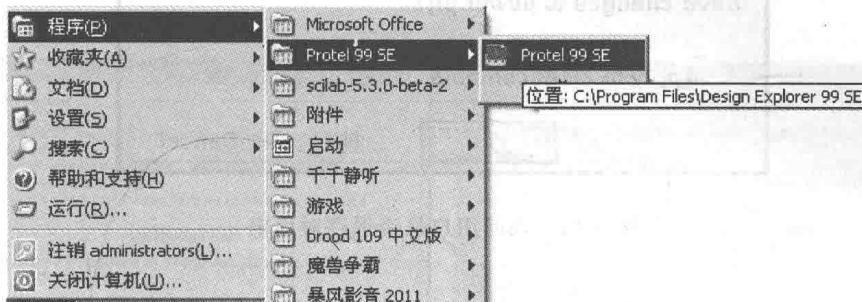

图 0-14 “程序(P)”中的“Protel 99 SE”菜单项
② 单击任务栏上的“开始”按钮，在“开始→程序→Protel 99 SE”中，单击“Protel 99 SE”菜单项进行启动。如图 0-14 所示。